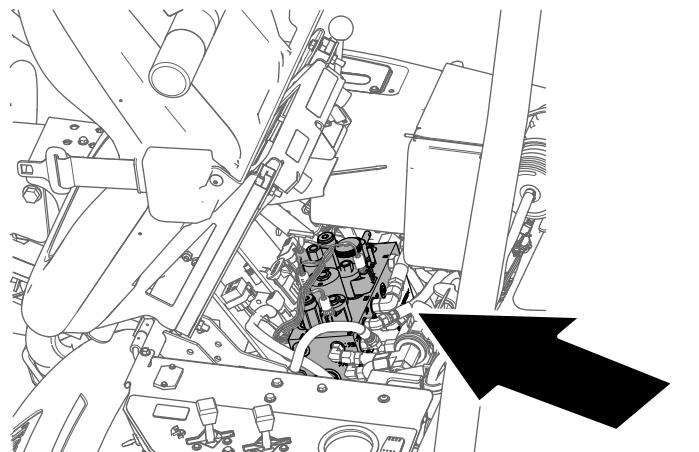

Figura 53
4. Incline el asiento del operador hacia adelante y coloque la varilla de sujeción (Figura 53).